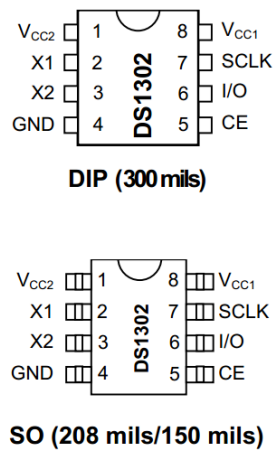

图 15-3 DS1302 封装图
6、DS1302 共有 8 个引脚, 有两种封装形式, 一种是 DIP-8 封装, 芯片宽度 (不含引脚) 是 300mil, 一种是 SOP-8 封装, 有两种宽度, 一种是 150mil, 一种是 208mil。我们看一下 DS1302 的引脚封装图, 如图 15-3 所示。